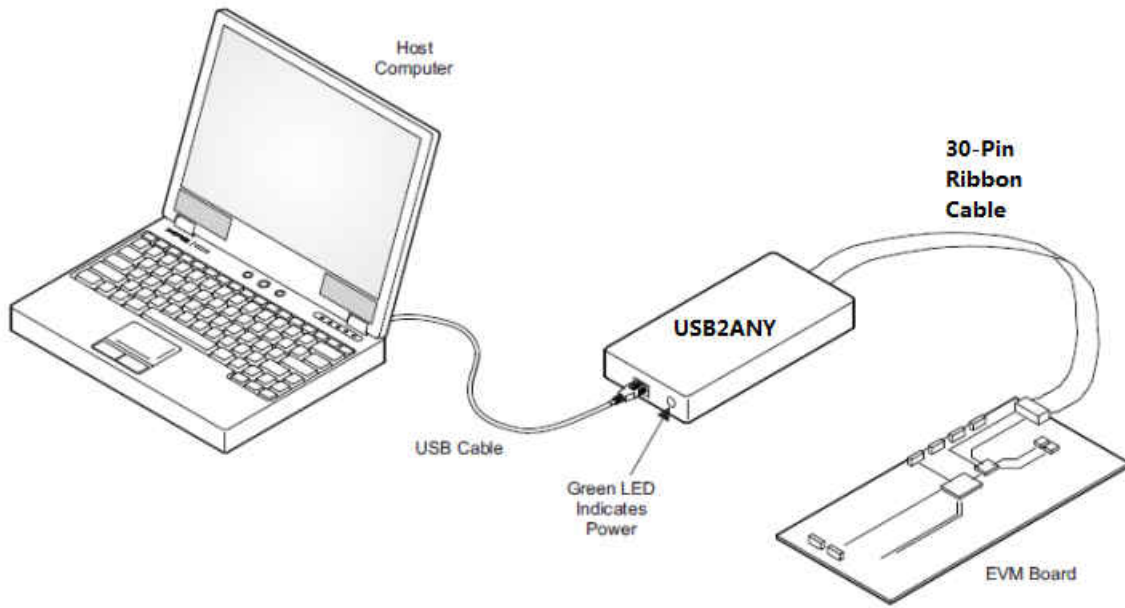

图 4-2. USB 接口适配器快速连接图
1. 使用 USB 电缆将 USB2ANY 的 USB 端口连接到 PC，并使用提供的 30 针带状电缆将另一端连接到 TPS65400 的 J13 (图 4-2)。带状电缆上的连接器键控可防止安装错误。